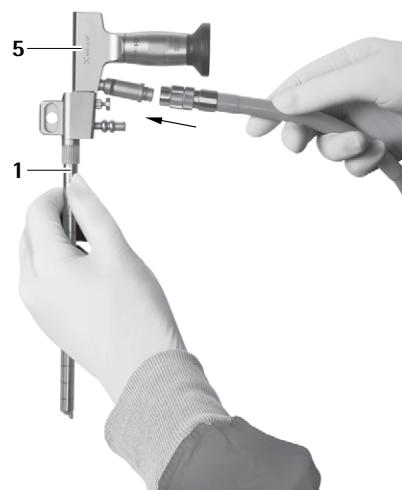

Fig. 3
► Ligar o cabo de luz e a câmara, ver Fig. 3–5.